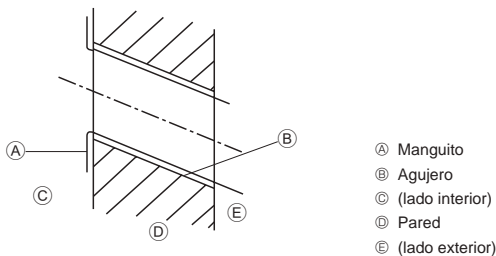

Fig. 3-3
- Ⓐ Placa de montaje ①
3.2.2. Hacer el agujero para las tuberías (Fig. 3-3)